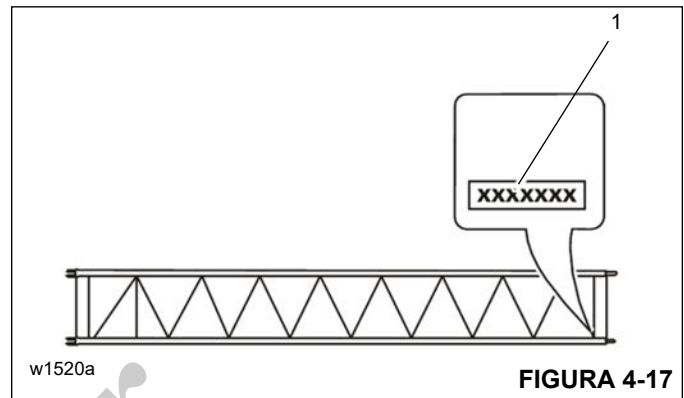

FIGURA 4-17
En los insertos de 8 m (26 pies), el número de serie (1) se encuentra en el frente (Figura 4-17).